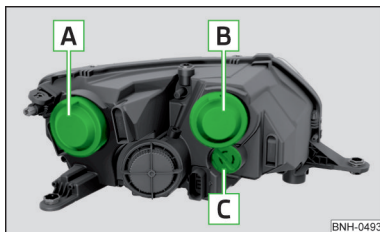

Fig. 184
Disponerea becurilor cu incandescență » fig. 184
- Scoateți capacul de protecție **A** » fig. 184 la pagina 158.
- Așezați capacul de protecție **A** » fig. 184 la pagina 158.
- Scoateți capacul de protecție **[B]** » fig. 184 la pagina 158.
- Așezați capacul de protecție **[B]** » fig. 184 la pagina 158.